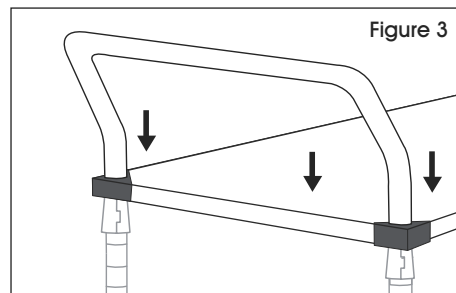

Figure 3
3. Lorsque tous les supports de tablette sont enclenchés à la bonne hauteur, faites glisser la tablette vers le bas sur les supports pour fixer la tablette. (Voir Figure 3)